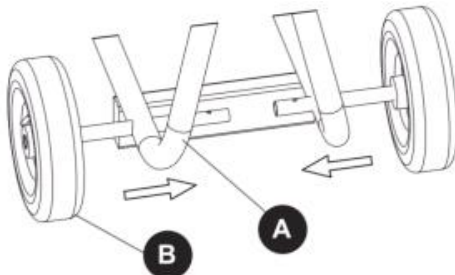

Fig. 1
1. Fixez les roues (B) au corps de ventilateur (A) (fig. 1).